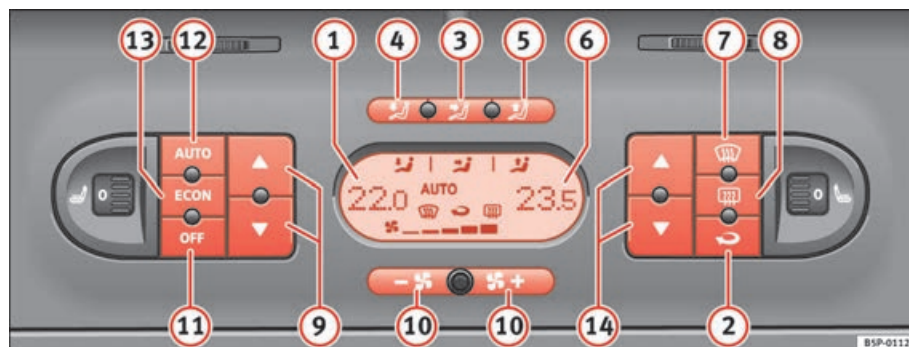

Fig. 133 Comandos do Climatic 2C no painel de instrumentos
- Para activar o modo manual, premir um dos botões ⇒ página 164, fig. 133 3 ao 5, o botão **ECON** ou premir um dos botões do ventilador 10. O símbolo **AUTO** desaparece do visor.
- Premir o botão  ⇒ **página 164, fig. 133 (2)**, para ligar e desligar o modo de recirculação do ar. Está ligada se no visor é apresentado o símbolo .